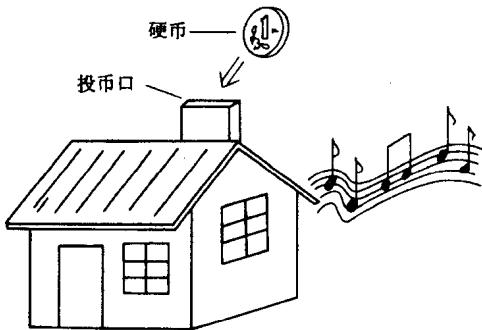

图 1-1
(1) 自己动手给普通的储钱罐加装一套简单的电子装置，就能制成一个有趣的音乐储钱罐(见图 1-1)。每当你向储钱罐内投入一枚硬币，储钱罐便会奏出一首悦耳的乐曲，每次放送的乐曲也不相同(共含有 16 首不同的乐曲)，别有一番情趣。